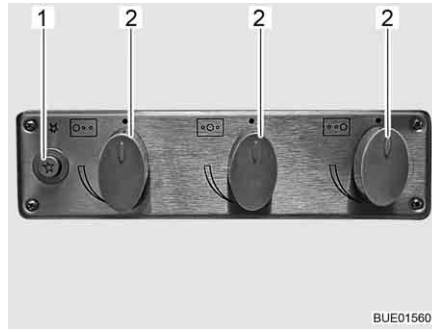

Fig. 157 Boutons de commande pour le réchaud à gaz
- Tourner le bouton tournant (Fig. 157,2) du brûleur désiré en position d'allumage (grande flamme).
- Presser le bouton-poussoir (Fig. 157,1).